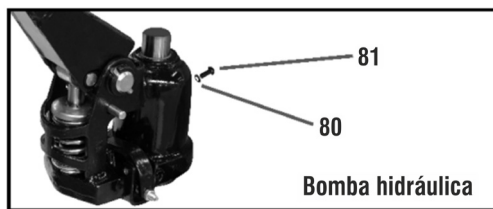

Fig. 9 – Completando o reemplazando el aceite
- Para el correcto funcionamiento del equipo, use solo aceite hidráulico ISO VG 32 en la bomba (aproximadamente 250 ml). Verifique periódicamente el nivel de aceite de la bomba y, si es necesario, complete el volumen. También recomendamos reemplazar el aceite de la bomba por completo cada 12 meses y, si es necesario, también reemplazar las reparaciones. Para completar o reemplazar el aceite, retire el tornillo (81) y el anillo o-ring (80) y completar el volumen de aceite. Vuelva a colocar el anillo o-ring y el tornillo (fig. 9).